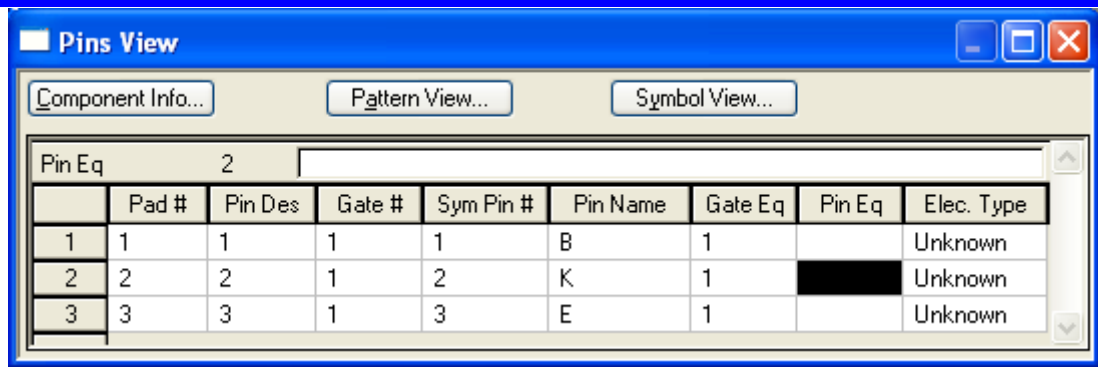

Рисунок 3.21 - Упаковочная информация транзистора
- Ввести упаковочную информацию согласно таблице на рис. 3.21.